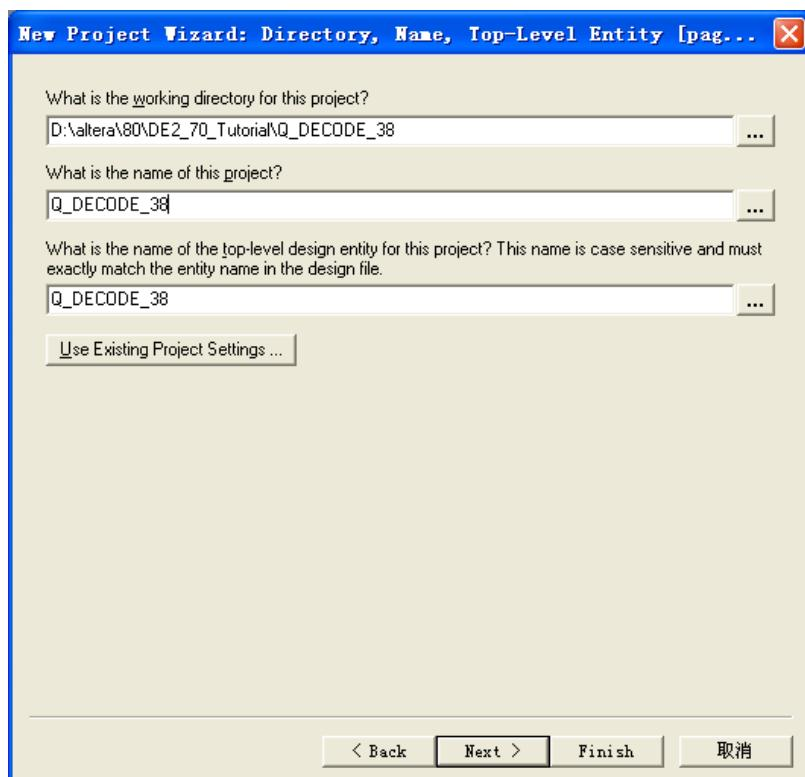

图 2-4 输入设计工程信息
**注意：这里输入的顶层实体名必须与之后设计文件的顶层实体名相同，默认的顶层实体名与工程文件名相同，本次实验采用这种命名方法，用户也可以根据需要输入不同的顶层实体名。输入结束后，如图 2-4 所示。点击 Next。**